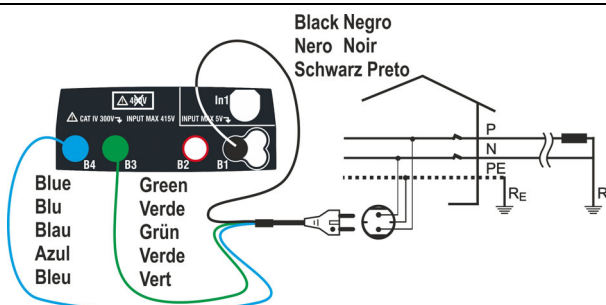
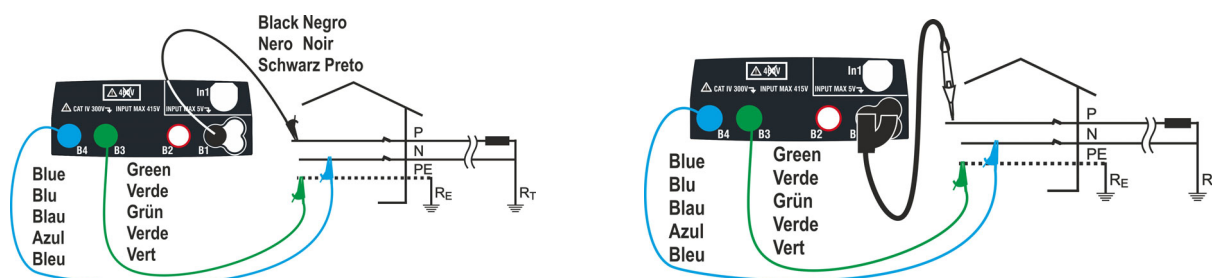
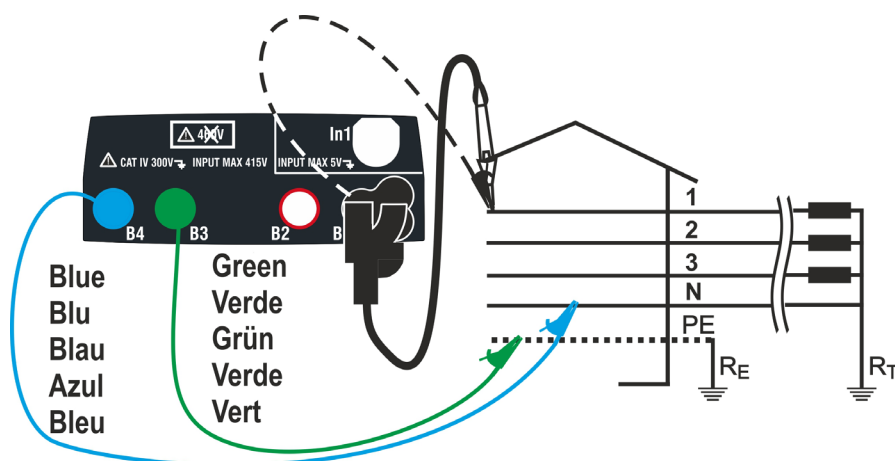
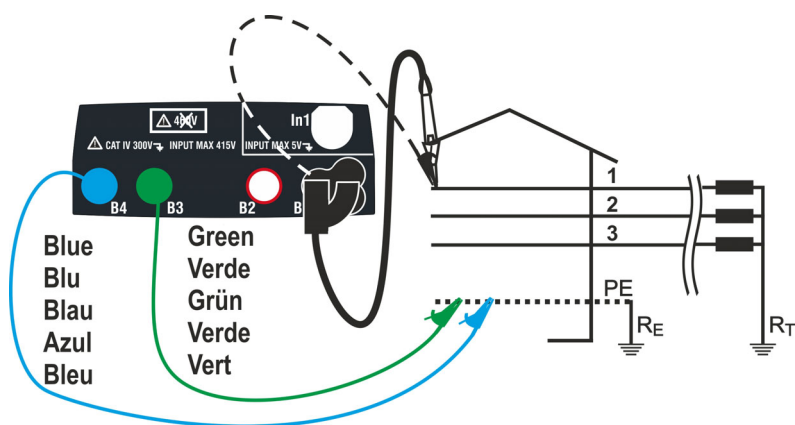

Fig. 18: Medida P-N/P-PE en instalaciones monofasica 230V mediante toma shuko
Fig. 19: Medida P-N/P-PE mono/bifásicas 230V con cables y punta remota
Fig. 20: Medida P-N/P-PE en trifásicas 400V+N+PE con cables y punta remota
Fig. 22: Medida P-PE/P-N en instalaciones 400V + PE (no N) con cables y punta remota
4. Realice la calibración preliminar de los terminales de medida según se describe en el § 6.4.2. Conecte la toma shuko, los cocodrilos o la punta remota a la red eléctrica de acuerdo con las Fig. 18, Fig. 19, Fig. 20 y Fig. 22